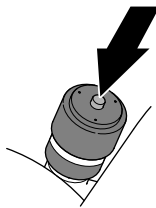

Figure 77
6. Si une bande rouge est visible dans l'indicateur de colmatage, appuyez sur le bouton de réinitialisation au bout de l'indicateur (Figure 77).